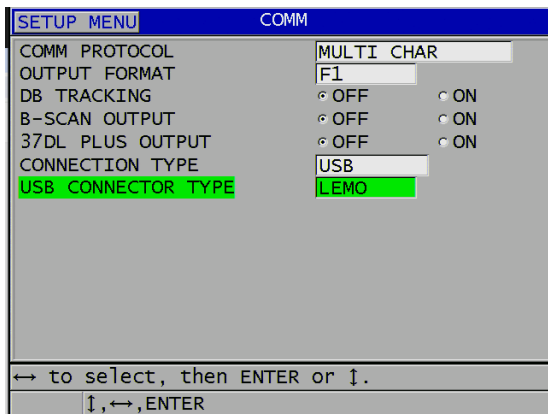

図 9-3 通信パラメータの変更
3. 通信画面で、以下の操作を行います（148 ページの図 9-3 参照）。